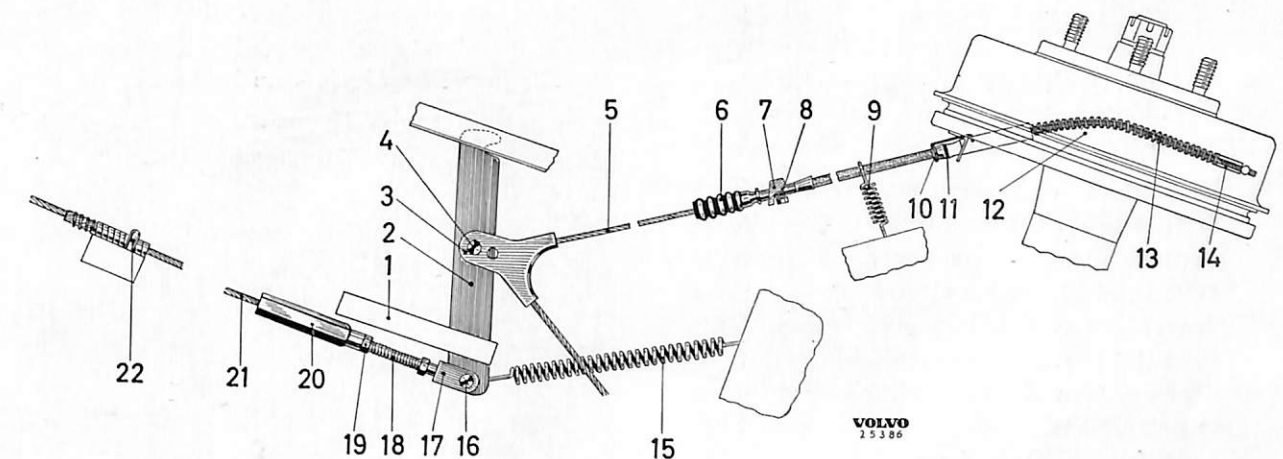

Bild 6. Del av handbromssystemet.
Manöveranordningens rörelse överföres genom främre dragvajern (21 bild 6) till mellanhävarmen (2). Därefter går rörelsen via utjämningslänken (3) och bakre dragvajern (5) till bakhjulsbromsarnas hävarmar (2 bild 32). Hävarmen är i övre ändan fästad vid bakre bromsbacken. När hävarmen drages framåt tryckes backarna utåt med hjälp av länken (1) varvid handbromsen ansättes.